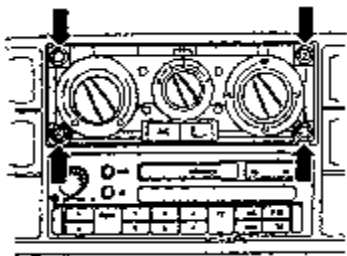

图 13-22 拆卸中央饰板
- ②如图 13-22 所示，旋出箭头所指的螺钉。
- ③卸下中央的饰板。
- ④将调节装置连同拉索从仪表板上拔出来。
- ⑤从调节装置上卸下拉索。
- ⑥拔出插接。